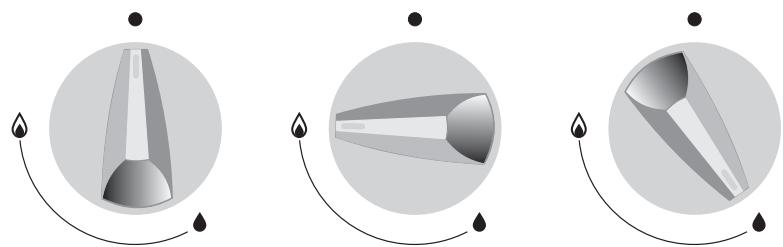

Fig. 16
- La hauteur de la flamme dépend de la position du bouton de commande (Fig. 16). Réglez la flamme uniquement entre  et .